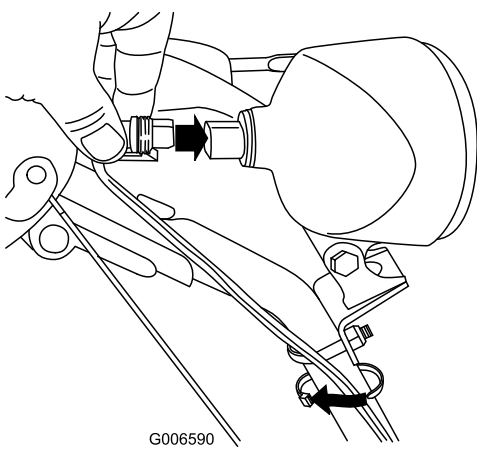

Figura 59
6. Inserite il connettore del cavo nel retro del faro, finché non è saldo (Figura 59).